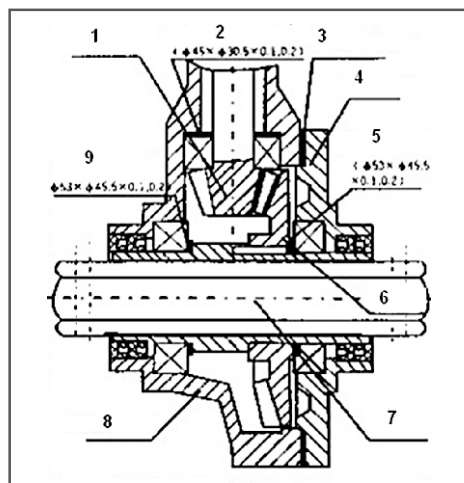

Рис. 22. Структурная схема конической зубчатой передачи вала привода
2. Регулировка зазора конической зубчатой передачи вала привода фрез/колес (Рис. 22)